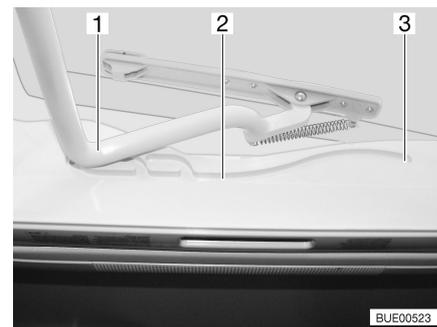

Fig. 24 Lanterneau Heki, glissière
- Tirer l'étrier (Fig. 24,1) dans les glissières (Fig. 24,2) jusqu'à la position la plus reculée (Fig. 24,3).
- Pousser l'étrier (Fig. 24,1) légèrement vers le haut avec les deux mains.
- Tirer l'étrier dans les glissières (Fig. 24,2) jusqu'à la position souhaitée.